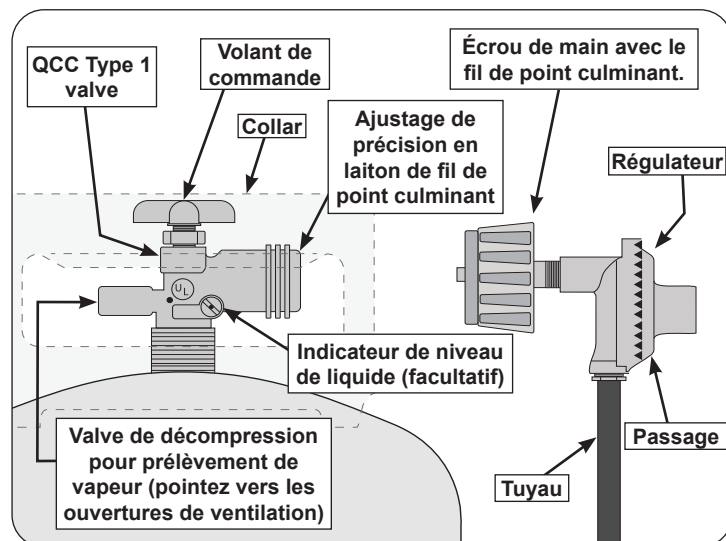

Fig. 6-1 Type coupleur de fil de point culminant d'I
- La bouteille utilisée doit comporter un collier pour protéger le robinet de la bouteille. Le système d'alimentation de la bouteille doit être conçu pour le retrait de la vapeur. Voir Fig. 6-1.
- Lorsqu'il est utilisé avec une bouteille, le système d'alimentation en gaz doit être utilisé avec un régulateur de pression. Le montage du régulateur de pression et le flexible (Fig. 6-1) fourni avec cet appareil au gaz en plein air (**modèles au propane seulement**) doit être utilisé. Les régulateurs de pression d'origine et de remplacement et les ensembles de tuyaux doivent être ceux spécifiés par le fabricant pour la connexion avec un dispositif de connexion de bouteille identifié comme Type I par l'ANSI Z 21.58/CGA 1.6 et doivent être conformes à UL 144 en tant que partie du gaz propane autonome système d'alimentation (voir la liste des pièces pour les informations de commande).
**Pour déconnecter:** tournez l'écrou à main dans le sens antihoraire jusqu'à ce qu'il soit détaché (Fig. 6-1)